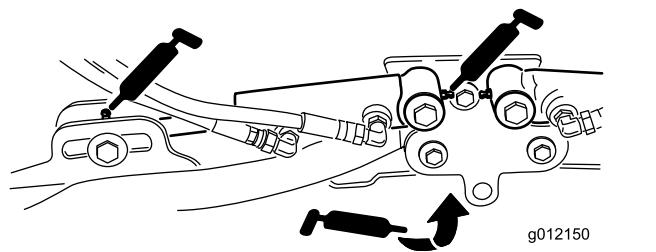

Figure 71
- Vérins des bras de levage des unités de coupe (x 2) (Figure 71)
- Pivots des bras de levage (x 1) (Figure 71)